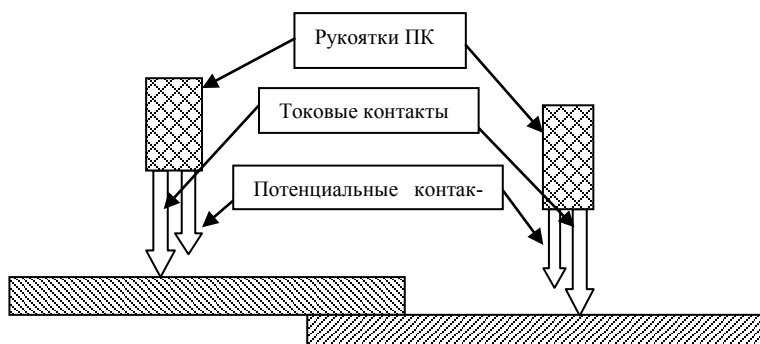

Рисунок 7 – Рекомендуемая схема расположения токовых и потенциальных ПК
7) для выхода из окна ожидания запуска измерений (рисунок 7) нажмите кнопку .